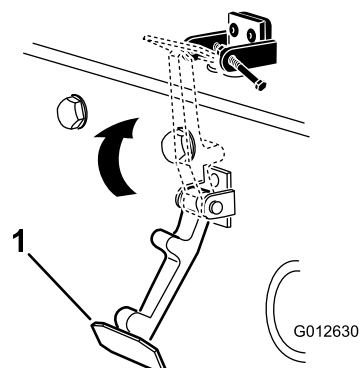

Figure 7
6. Accrochez le verrou sur son support (**Figure 7**).